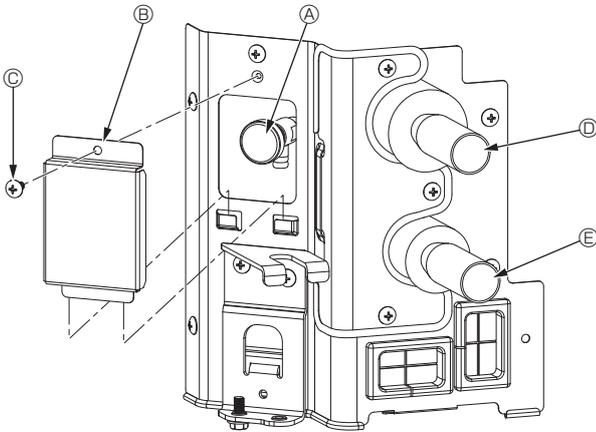

Fig. 7-1
7.2.2. Das Entlüftungsventil der Innenanlage (Fig. 7-1)
- ① Die Abdeckung des Entlüftungsventils entfernen.
- ② "A" mit den Fingern halten und 3- bis 4-mal drehen.
- ③ Entlüftungsventil
- ④ Abdeckung des Entlüftungsventils (Anzugsdrehmoment: $1,3 \pm 0,3$ N·m)
- ⑤ Schraube
- ⑥ Von HBC-Gerät (Einlass)
- ⑦ An HBC-Gerät (Auslass)